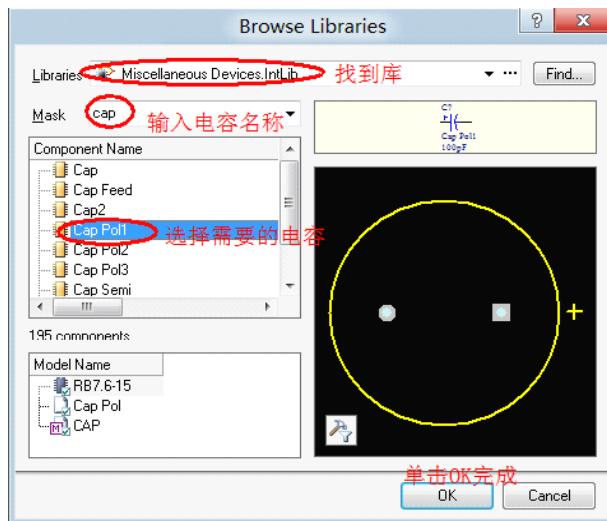

图 6-6.30 浏览元件对话框
**Step4:** 放置一个电解电容，执行菜单命令【Place】/【Part】，在弹出的 Place Part 对话框中单击 Choose，如图 6-6.29 所示。在 Browse Librarys 对话框中找到 Miscellaneous Device.IntLib，如图 6-6.30 所示，找到需要放置的元器件，依次单击 OK，此时元器件会悬浮于光标上，移动到合适的位置单击鼠标左键即可放置，单击右键或者 Esc 键结束放置。